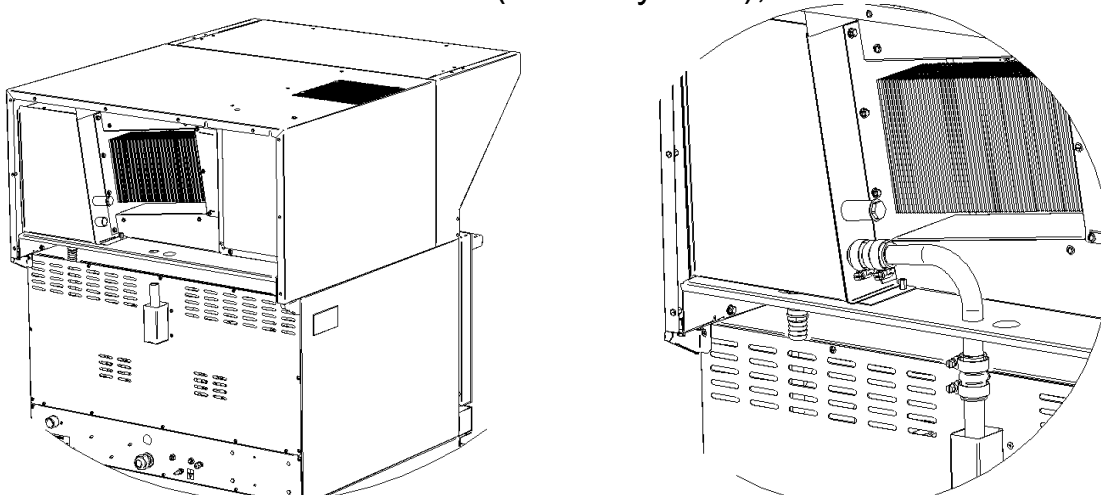

Рисунок 6
10. Установить зонт на конвекционную печь: необходимо совместить трубку камеры конвекционной печи с нижней трубой, выходящей из пароконденсатора зонта, установив между ними соединитель ЗВВ-4-6/4П.03.00.006 с двумя патрубками ПКА6-11ПМ.1626.00.03.003 и стянуть хомутами 20-32 КОВОРОЛ из комплекта (см. Рисунок 6);